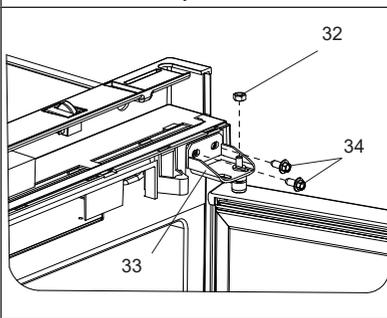

Рисунок 17
3. Торцовым ключом на 10 выкрутите гайку 32 оси верхнего кронштейна 33 (см. рис. 17). Затем, придерживая дверь, торцовым ключом на 8 выкрутите болты 34 верхнего кронштейна 33 (см. рис. 17). Снимите верхний кронштейн 33.